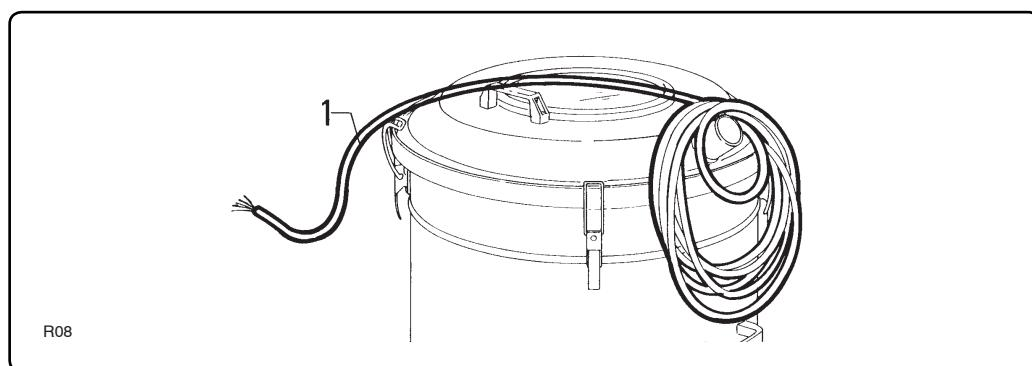

Fig. 5.2.1
5.2 - Collegamento alla rete elettrica (fig. 5.2.1)
Dall'aspiratore esce il cavo "1" fig. 5.2.1 sprovvisto di spina.
5.2 - Connenting to the electricity main (fig. 5.2.1)
The vacuum cleaner is equipped with cable "1" fig. 5.2.1. This cable has no plug.
5.2 - Raccordement au secteur d'alimentation électrique (fig. 5.2.1)
Le câble "1" fig. 5.2.1 sort de l'aspirateur et il est dépourvu de fiche.
5.2 - Anschluß an die elektrische Energieversorgung (Abb. 5.2.1)